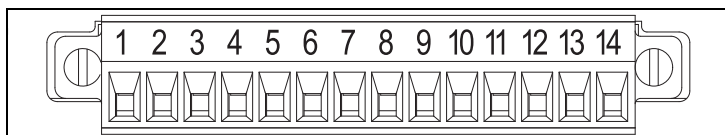

Figura 9. Asignación/identificación de clavijas del conector para accesorios
1. Al instalar el kit de accesorios en la caja de conexiones del kit para vehículos MTP6000, tome nota de las asignaciones de clavijas y la identificación de numeración del conector para accesorios (consulte las Figura 9 y la Tabla 1 a continuación).